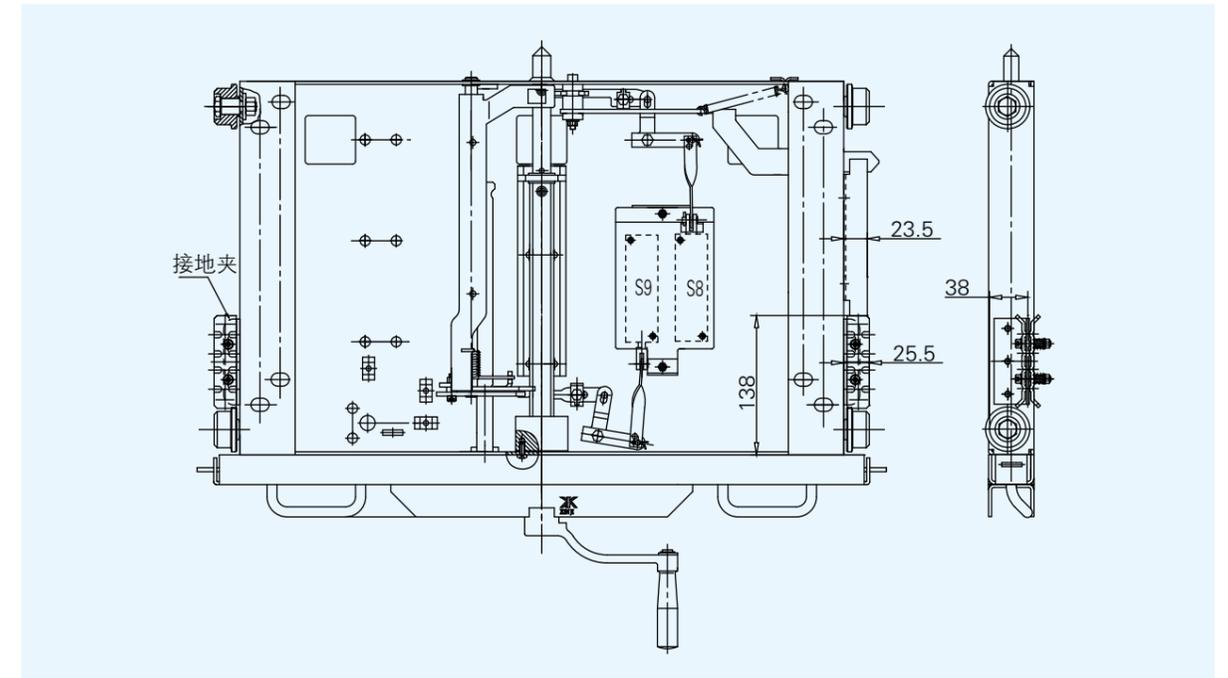

图 1-8 接地夹位置及外形尺寸图
- 底盘车接地方式采用接地夹接地，具体位置尺寸见图 1-8。